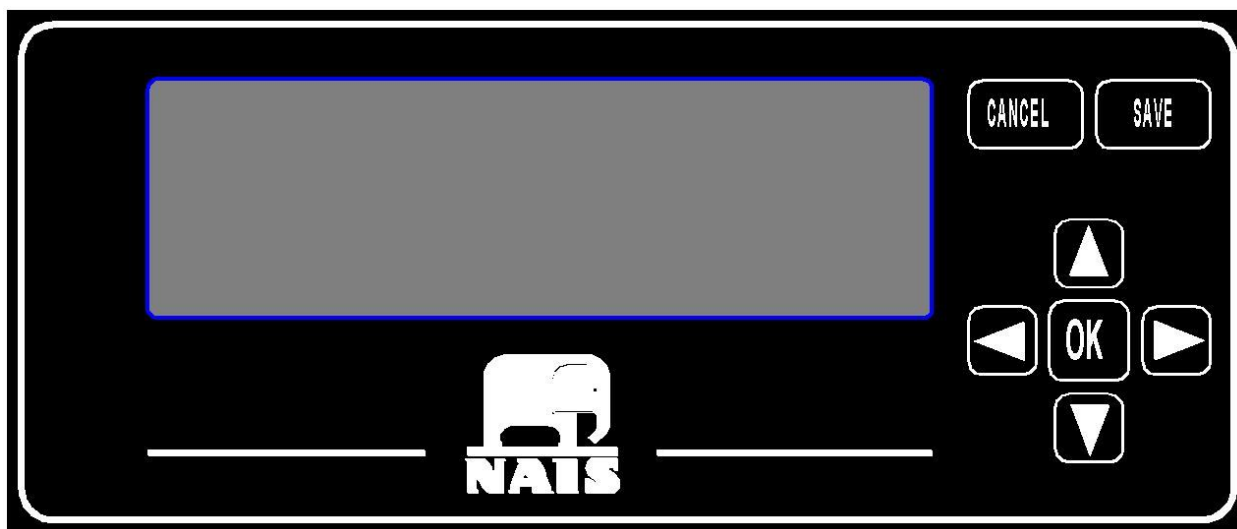

Рисунок 1. Лицевая панель терминала.
1.3.2 На лицевой панели терминала расположены основные органы управления и индикации (рисунок 1):